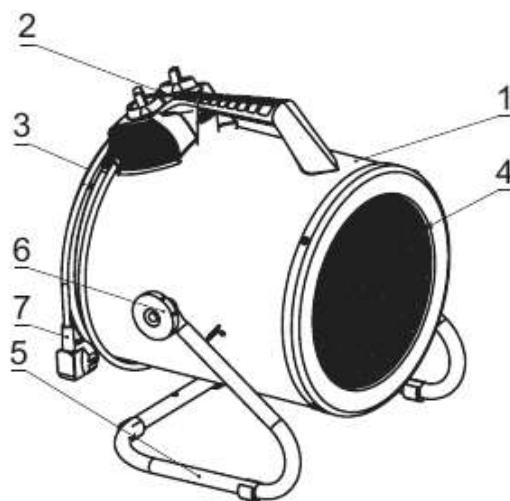

Рис. 1. Конструкция тепловентилятора
Несущая конструкция тепловентилятора (рис.1) состоит из кожухов наружного (1) и внутреннего, изготовленных из листовой стали и имеющих цилиндрическую форму. Во внутреннем кожухе размещены вентилятор, и трубчатые электронагревательные элементы из нержавеющей стали. Снаружи кожуха расположена коробка управления (2). Кожух наружный закрытый воздухозаборной (3) и